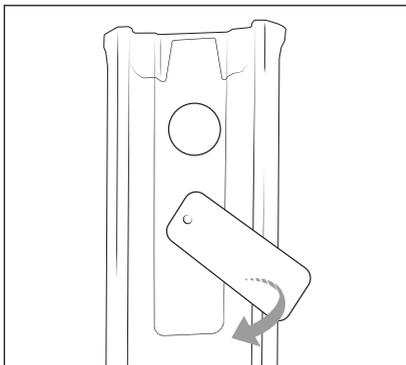

Fig. 6
- 3) Afferrare la linguetta di chiusura del serbatoio dell'acqua pulita **6** con le dita e tirarla verso l'alto estraendola dall'apertura di riempimento del serbatoio dell'acqua pulita **6**. Spingere la linguetta di chiusura da un lato (vedere fig. 6).